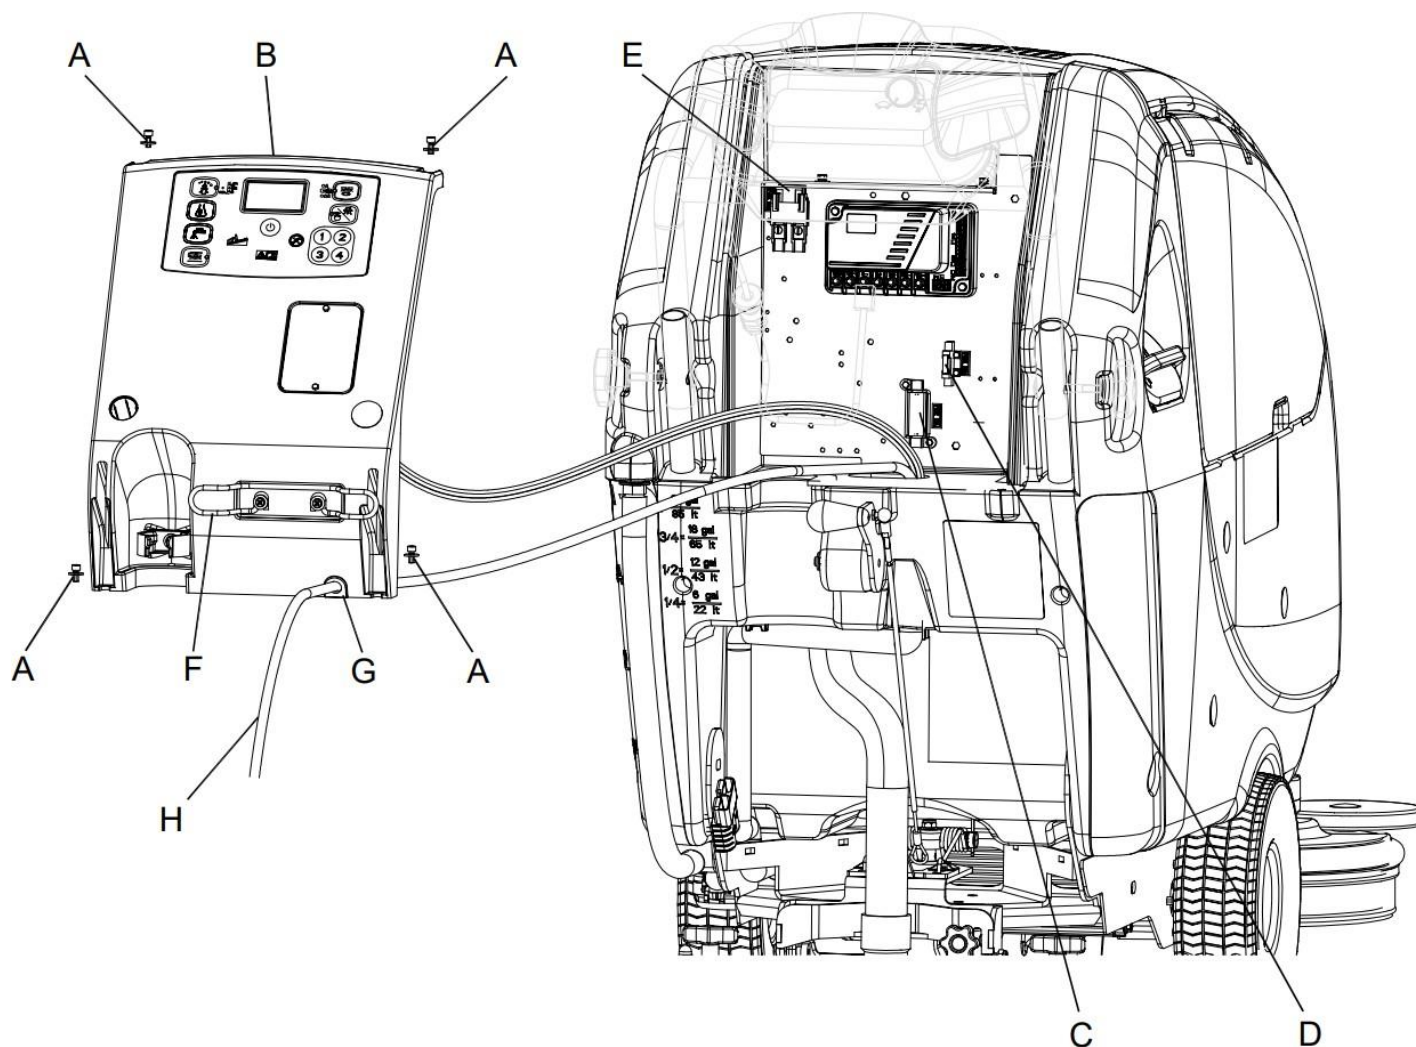

Figure 15
1. Débrancher le connecteur (12) des batteries.
2. Déplacer le tuyau de vidange de l'eau de récupération (16).
3. Si équipé, déposer le câble (H, Fig. 15) du chargeur de batterie du logement (F).
4. Déposer les vis (A) et déplacer le tableau (B) avec soin en dégageant la bague en caoutchouc (G) de son logement dans le tableau (B).